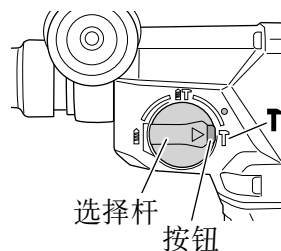

图 26
按下按钮并将选择杆对准 **T** 记号，可以将电动锤钻设置为只锤钻模式 (图 26)。
#### (3) 旋转选择杆，使其对准 **T** 记号 (图 26)。